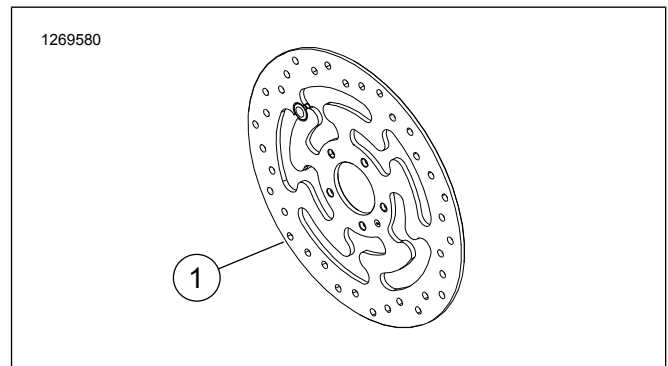

Figure 1. Brake Disc sa Harap
- Mga Turnilyo ng Brake Disc. Tingnan ang Figure 1 at Talahanayan 1 .